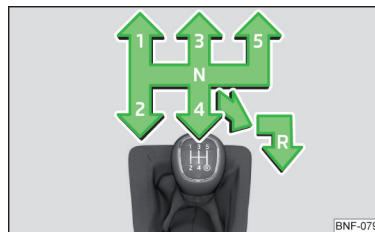

Fig. 91
Pe schimbătorul de viteze este reprezentată schema de selectare a treptelor individuale de viteză » fig. 91.
- Împingeți maneta schimbătorului de viteze în jos, apoi complet spre dreapta și apoi spre înapoi în poziția **R** » fig. 91.